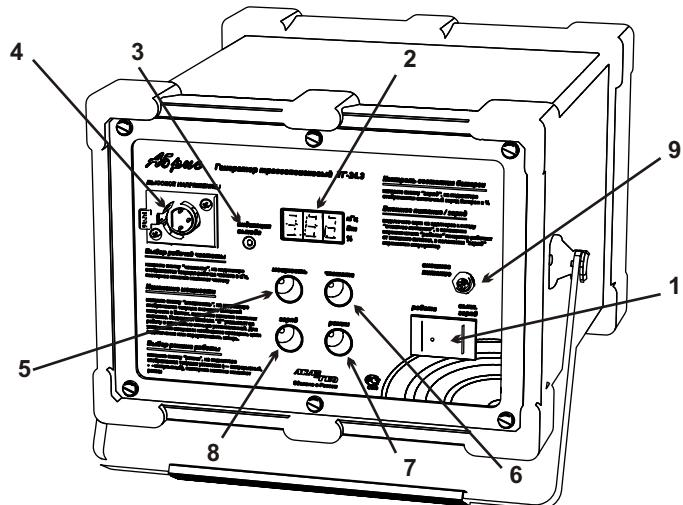
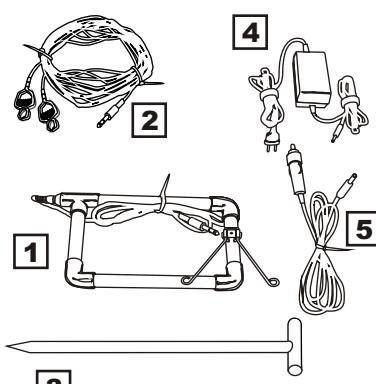

Рисунок 3
Рисунок 4
Нажмите на клавишу (поз. 1 рис. 3) переключив ее в положение “работа”
Нажмите кнопку “заряд” (поз. 8 рис. 3), на индикаторе отображается значение заряда аккумулятора в %
- 1** Нажмите на клавишу (поз. 1 рис.3) переключив ее в положение “выкл. / заряд”
- 2** При заряде от сети подключите адаптер 220 В (поз.4 рис. 4) к гнезду подключения внешнего питания (поз. 9 рис.3), при заряде от бортовой сети автомобиля используйте автомобильный адаптер (поз. 5 рис. 4). Во время заряда мигает надпись “зар”, по окончании надпись выsvечивается не мигая.
- 1** При работе от сети подключите адаптер 220 В (поз. 4 рис. 4) к гнезду подключения внешнего питания (поз. 9 рис. 3), при работе от бортовой сети автомобиля используйте автомобильный адаптер (поз. 5 рис. 4).
- 2** Нажмите на клавишу (поз.1 рис.3) переключив ее в положение “работа”
ВНИМАНИЕ ! Не включайте питание генератора перед подключением. При включенном питании на гнезде подключения внешней нагрузки (поз. 4 рис. 3) или зажимах вставленного в него кабеля гальванического подключения (поз. 2 рис. 4) присутствует высокое напряжение, порядка 200 В
- 1** Подключите один зажим кабеля гальванического подключения (поз.2 рис. 4) к коммуникации, при этом необходимо обеспечить надежный электрический контакт.
- 2** Другой зажим кабеля подключите к штырю заземления (поз. 3 рис. 4), вбитому в увлажненный грунт в 5-15м от места подключения
- 3** Подключите разъем кабеля к гнезду подключения внешней нагрузки (поз. 4 рис. 3)
- 1 Нажмите кнопку “частота” (поз. 6 рис. 3), на индикаторе отображается текущее значение частоты в КГц.